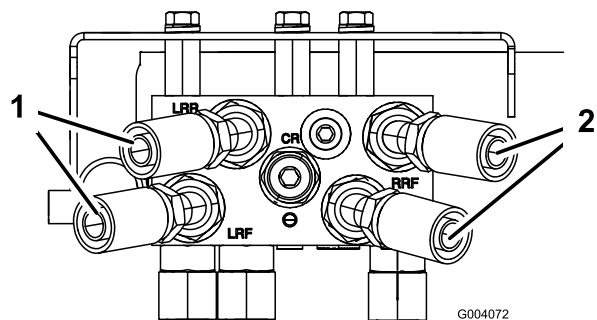

Figure 6
- Vissez légèrement le raccord à 45° de chaque flexible hydraulique sur les raccords droits à l'arrière du collecteur (Figure 6).